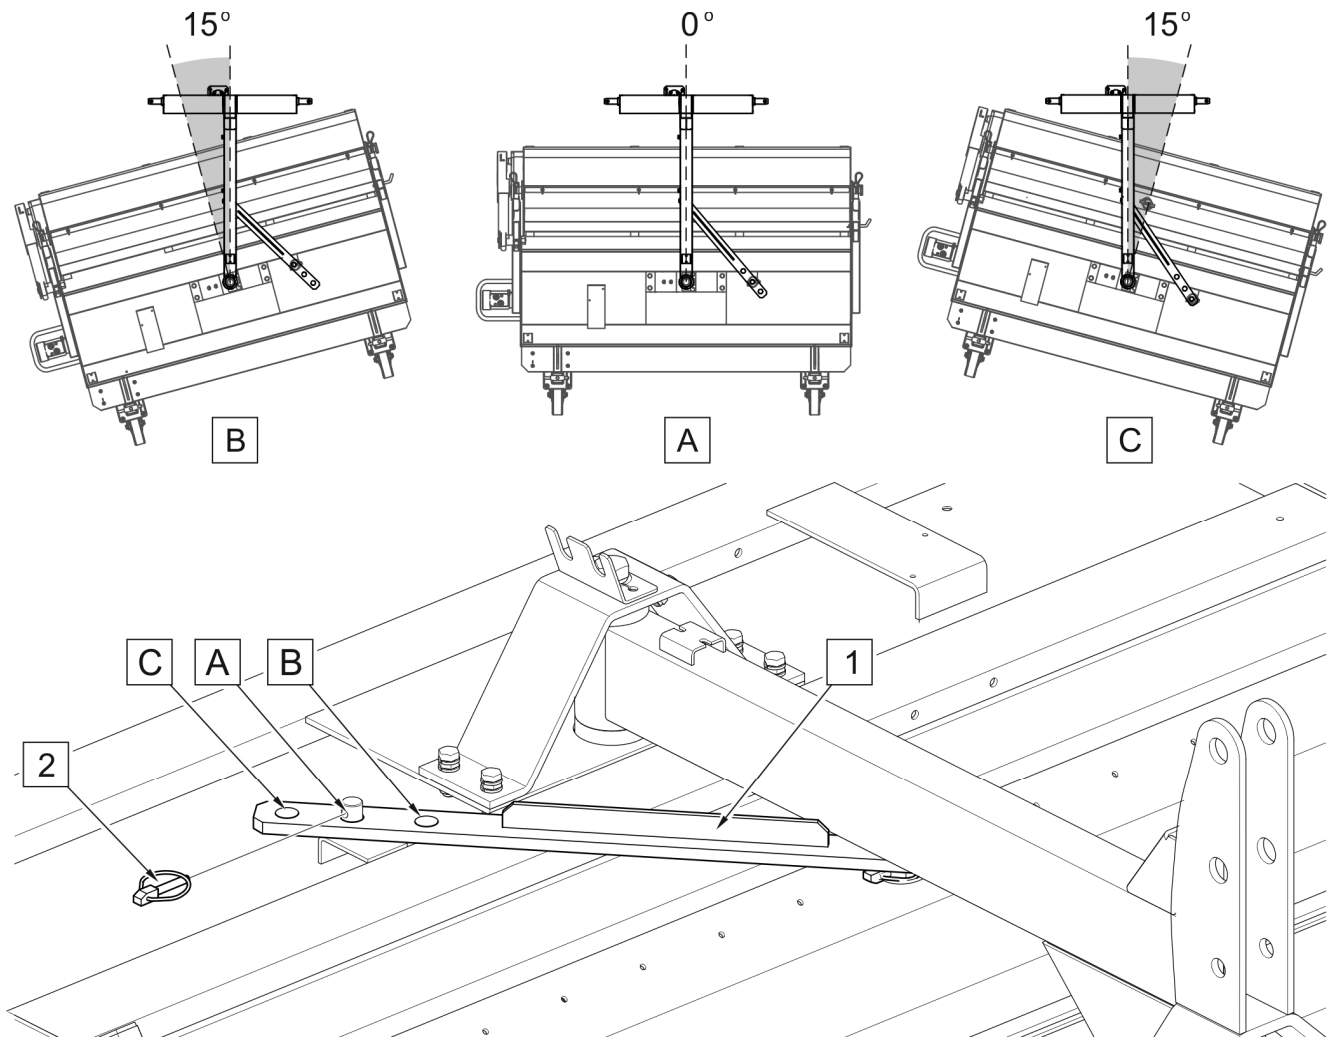

РИСУНОК 4.8 Зміна робочого кута підмітальної машини
(1) - планка; (2) - стопорний штифт; (A) - відхилення 0° ; (B), (C) - відхилення 15°
Встановлення робочого кута підмітальної щітки (РИСУНОК 4.8) виконується шляхом зміни положення штифта у відповідному кріпильному отворі (A), (B), (C) планки (1). Кріплення штифта в отвір (A) планки (1) використовується, коли підмітальна машина працює з нахилом 0° . Обране положення необхідно зафіксувати стопорним шпінтом (2). Налаштування (B) і (C) використовуються для роботи під кутом 15° праворуч і ліворуч. При роботі без бака для сміття слід використовувати кутове положення підмітальної машини.